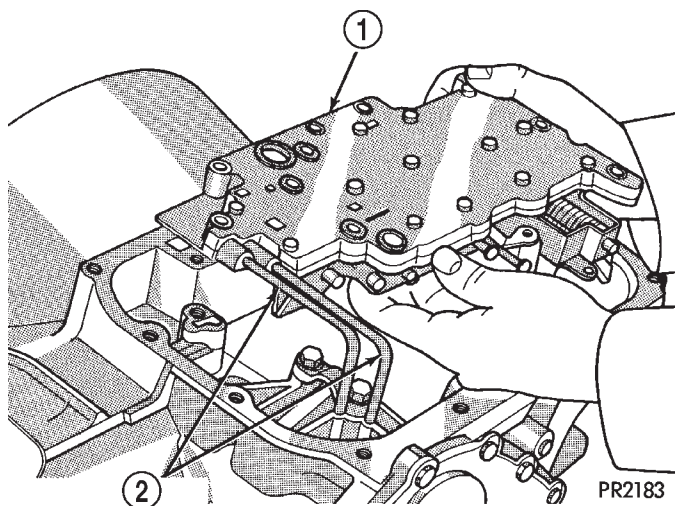

Fig. 10 Cuerpo de válvulas y tubos del regulador
- 2 - PERNOS DE FIJACION DEL CUERPO DE VALVULAS (7)
(11) Retire el cuerpo de válvulas del transeje (Fig. 10). Observe la orientación y la localización de los tubos del regulador